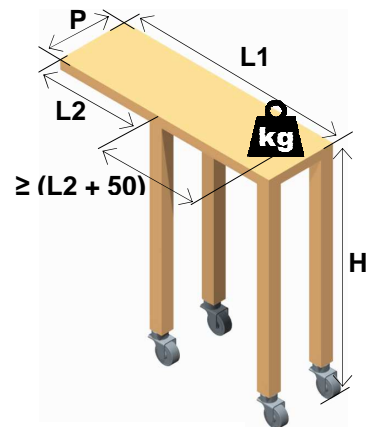
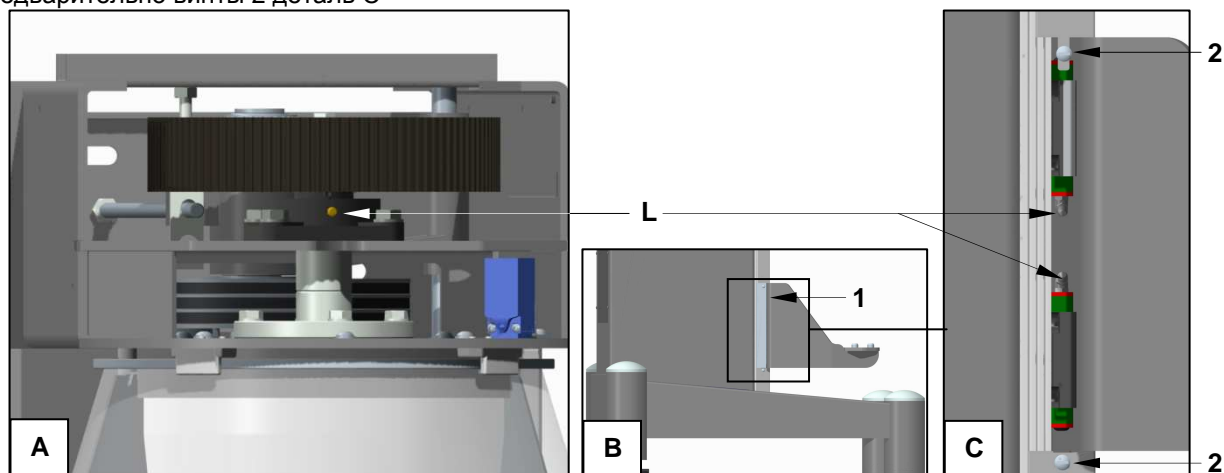
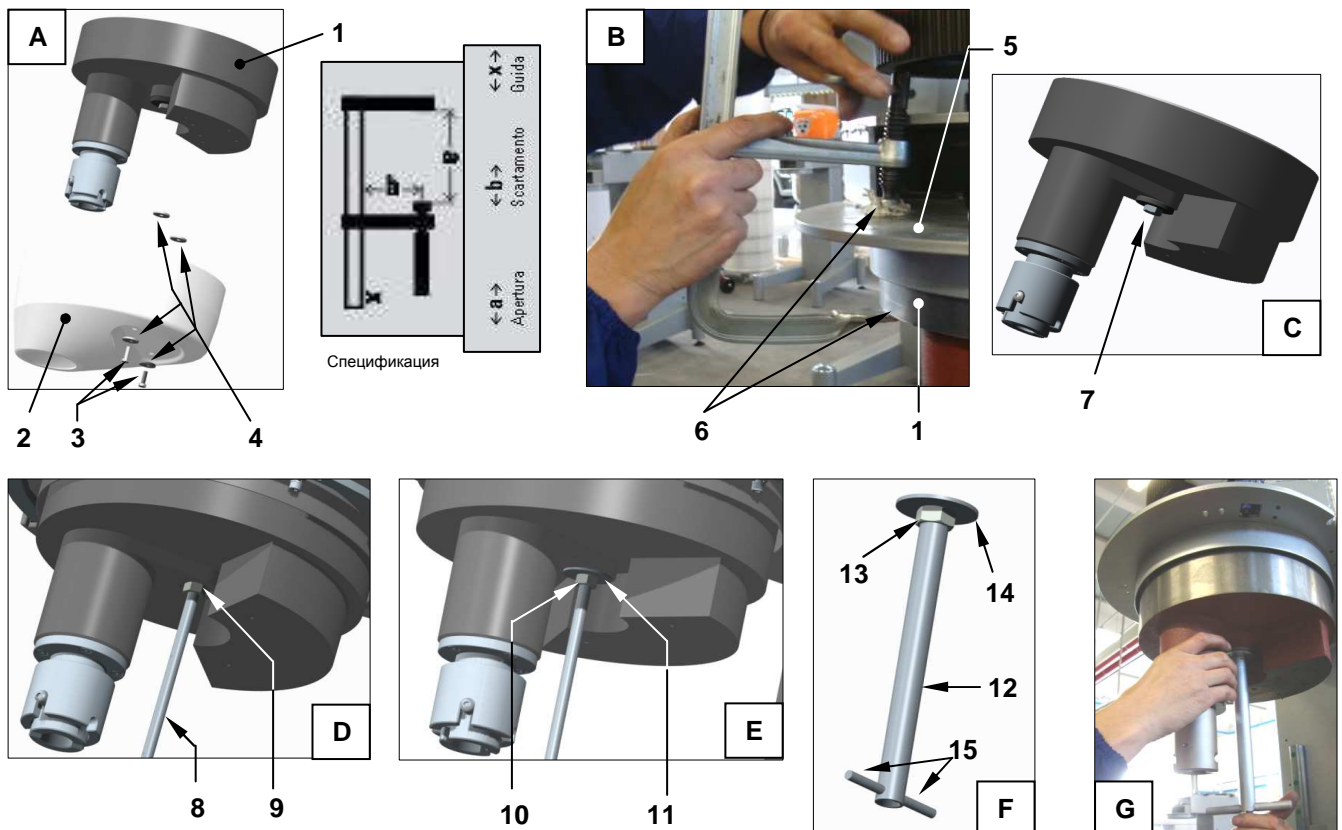

Рисунок 19– Инструмент для упрощения процедуры установки/демонтажа двигателя
Рисунок 20 - Крепления инжектора смазки
Рисунок 21- Установка/демонтаж купола
- n) Демонтируете шкив рис.19 и отвинчиваете винты рис.20, чтобы демонтировать пластину рис.21 от двигателя (только для моделей PL80/PL100 с бесступенчатым регулятором скорости).
В этом случае нет необходимости выдвигать двигатель наружу, избегая при этом перенапряжения сил и риска нанесения ушибов; достаточно закрутить рым-болт в вал двигателя и с помощью подъемника (крана, лебёдки и др.), используя тросы или ремни соответствующей грузоподъёмности, опустить двигатель на консоль и извлечь его с помощью тележки. Если тележка не обладает характеристиками, необходимыми для предотвращения её опрокидывания вследствие чрезмерного веса двигателя, необходимо поместить на неё противовес, превышающий вес двигателя как минимум на 10 кг (см. таблицу веса двигателей). Смотрите Рисунок 19; на изображении указаны (исключительно в качестве информации) габариты тележки и позиция на ней противовеса.
Посмотрите Рисунок 18, для установки двигателя (после перемещения шкива рис.19 и пластины рис.21):
- повернуть гайку одной рукой рис.5 и другой рукой задвинуть двигатель в отверстие тыльной стороны цоколя (не актуально в случае наличия подручного инструмента, изображённого на Рисунок 19); когда двигатель полностью находится в цоколе и кронштейн в вертикальной позиции, можно оставить его; продолжать поворачивать гайку р.5 до окончательной установки фланца двигателя под плиту рис.22.
Каждые 200 часов работы (приблизительно) с помощью доступного в продаже, инжектора (не прикладывая чрезмерных усилий, которые могут спровоцировать повреждение частей) нанести масло APOLLO (KEM) или же аналогичное на механизмы, изображённые на Рисунок 20.
Иметь в наличии рифлёный штифт (длиной 500/600 мм) с метрической резьбой аналогичной резьбе на винте рис.7 Рисунок 21, **особое внимание необходимо обратить на модели PL80/PL100, у которых винт 7 с правой метрической резьбой, тогда как у моделей PL120/PL140 винт 7 с левой**, и с зажатými на концах двумя дистанционными гайками с внутренней резьбой и, вставленной между двумя гайками прокладкой, внешний диаметр которой как минимум в 3 раза больше диаметра отверстия, занятого винтом рис. 7 Рисунок 21) и диаметр междуузлия должен быть больше диаметра, в соотношении 1.0÷1.5, наружной резьбы, описанной выше гайки; все детали доступны в продаже. Далее, предоставлена таблица с весом куполов всех доступных моделей миксера.
Посмотрите Рисунок 21, для опускания купола рис 1 необходимо:
Для повторной установки купола (посмотрите Рисунок 21) необходимо: